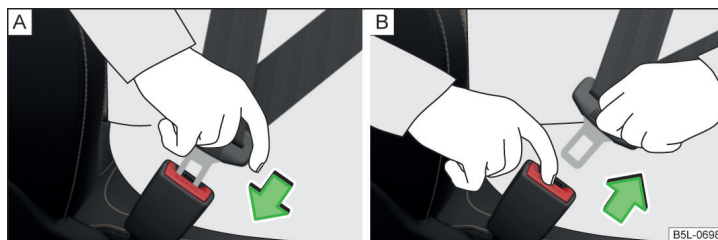

Fig. 6 Colocar y quitar el cinturón de seguridad
- Introduzca la lengüeta en el cierre correspondiente al asiento » fig. 6 - A hasta que se oiga como encaja.
- Agarre la lengüeta del cinturón y pulse la tecla roja en el cierre del cinturón » fig. 6 - B, la lengüeta del cinturón saldrá disparada.